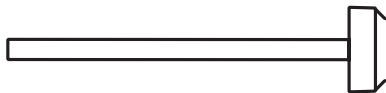

Figure 4 : Chargeur ■ Afbeelding 4: Inbrenghulpmiddel
■ Abbildung 4: Aufnahmevorrichtung